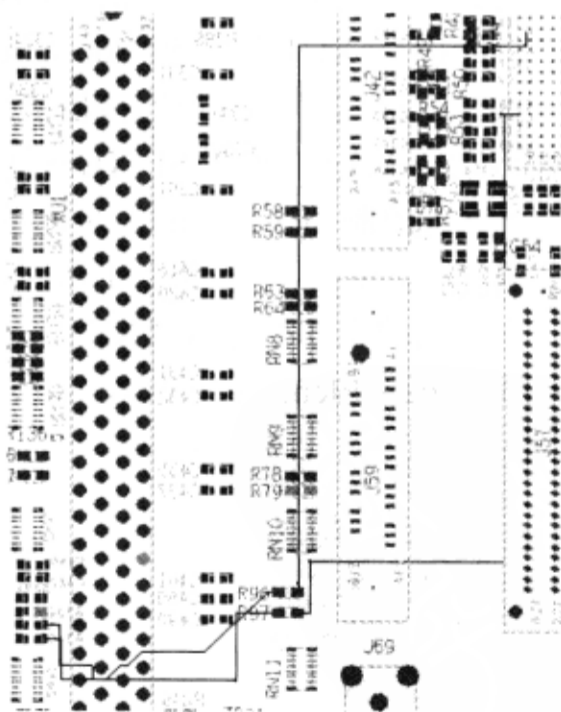

图 4-3-19 布完线的图
(9) 单击“Automatic Router”对话框的“Close”按钮，关闭对话框。布完线的图如图4-3-19所示。